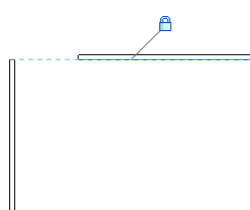

图 2-30 锁定对齐
(4) 如果希望选定图元与参照图元保持对齐状态，单击锁定标记来锁定对齐，当修改具有对齐关系的图元时，系统会自动修改与之对齐的其他图元，如图 2-30 所示。